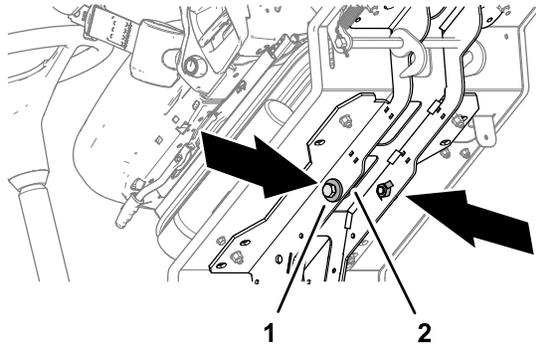

図 31
4. プラットフォームサポートレールに保管されている12 x 40 mmのボルト2本と12 mmのワッシャー2個を取り外す (図 31)。